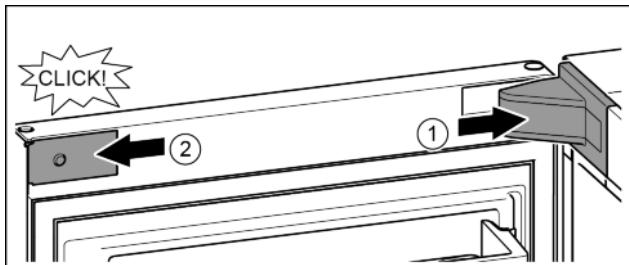

Fig. 17
- Встановіть та зафіксуйте кришку опорного кронштейна, у разі необхідності — обережно розтисніть. Fig. 17 (1)
- Встановіть збоку і зафіксуйте накладку. Fig. 17 (2)